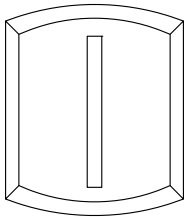

Abb. 1 Einsetzen der senkrechten Sprosse
- Zum Einsetzen der senkrechten Flügelsprosse **5** siehe T-Verbindung Seite 21 (Abb. 1).